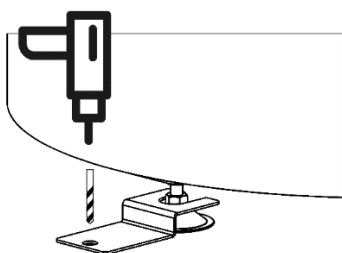

Fig. 2e;
**El calentador de agua debe (de conformidad con el artículo 20 de la norma EN 60335-1) estar fijado al tierra usando el soporte de fijación provisto para este propósito de acuerdo con la Fig. 2e.**